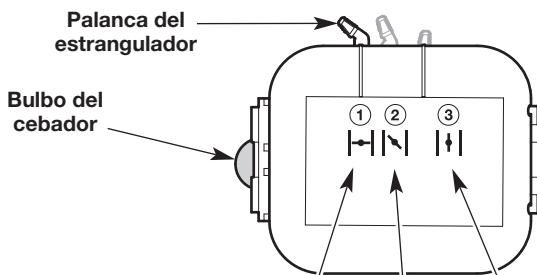

Fig. 11
1. Presione y luego suelte el bulbo del cebador lentamente **10 veces** (Fig. 11). Si no puede ver combustible en el bulbo del cebador, oprima y suelte el bulbo del cebador hasta que se vea combustible.
2. Coloque la palanca del estrangulador en la **Posición 1** (Fig. 11).
6. Coloque la palanca del estrangulador en la **Posición 2** (Fig. 11).
9. Coloque la palanca del estrangulador en la **Posición 3** (Fig. 11). Deje que el motor se caliente 60 segundos más. Se puede usar la unidad durante este período.
**SI...** el motor no funciona de manera uniforme, regrese la palanca del estrangulador a la **Posición 2** (Fig. 11) y siga calentándolo.